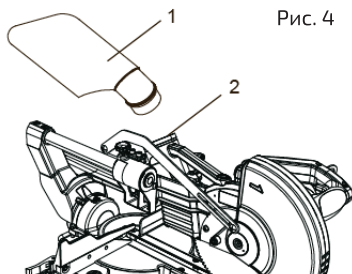

Рис. 4
Установить пылесборник (1) на выпускной патрубок (2). Закрепить их в этом положении (рис. 4).